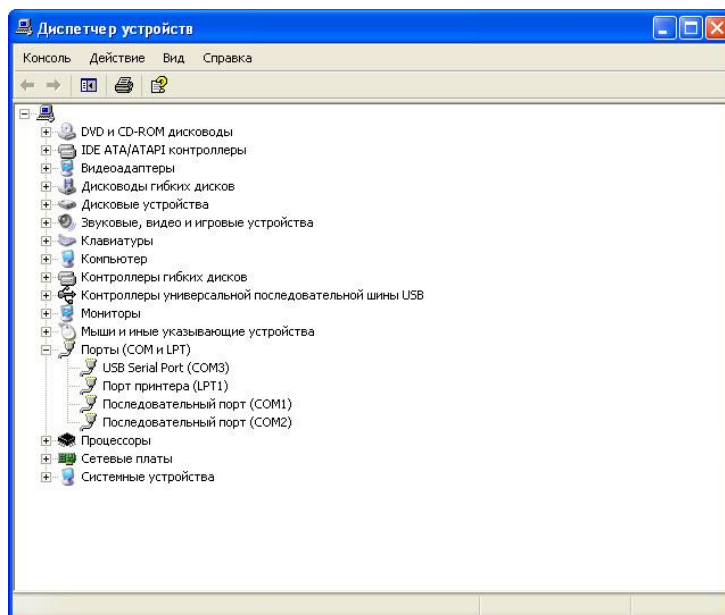
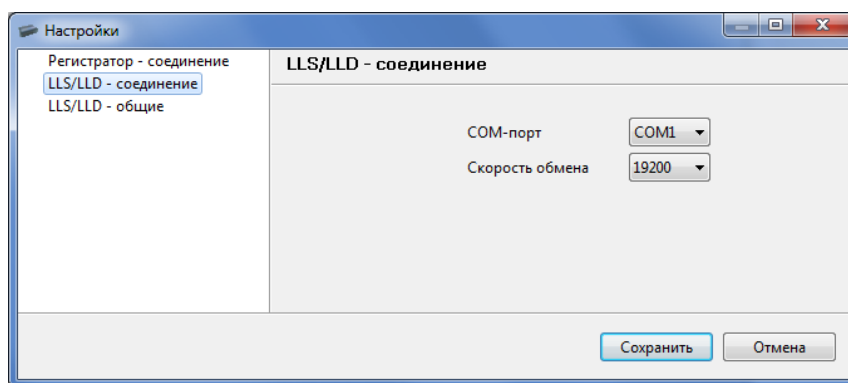

Рисунок 11
Рисунок 12
- 1) В главном меню выбрать закладку «Сервис»/ «Настройки»/ «Настройки подключения» и в открывшемся окне (Рисунок 12) выбрать COM-порт, к который был создан при подключении Устройства настройки УНУ (Рисунок 11).